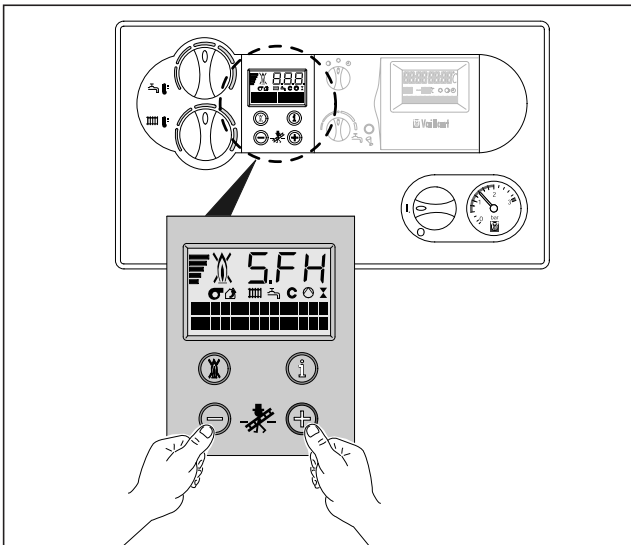

Abb. 3.10 Rauchfangkehrer-Messungen (am DIA-System)
- Aktivieren Sie den Rauchfangkehrer-Betrieb, indem Sie gleichzeitig die Tasten „+“ und „-“ des DIA-Systems drücken (Abb. 3.10)